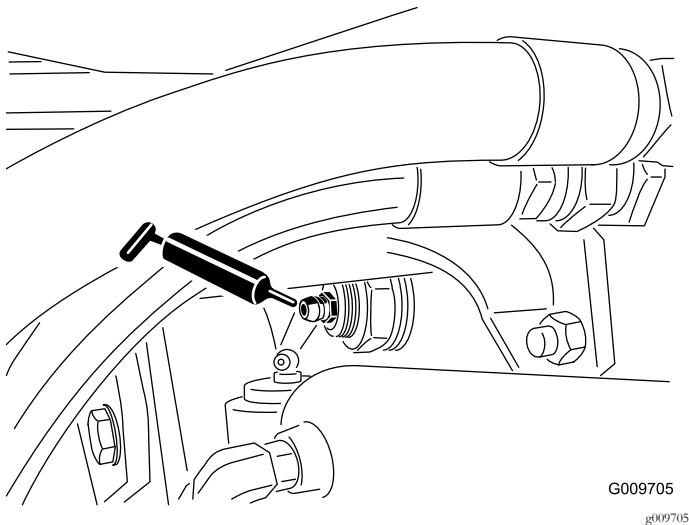

Figura 33
- Casquillos de pivote de eje trasero (2) tal y como se muestra en la Figura 33